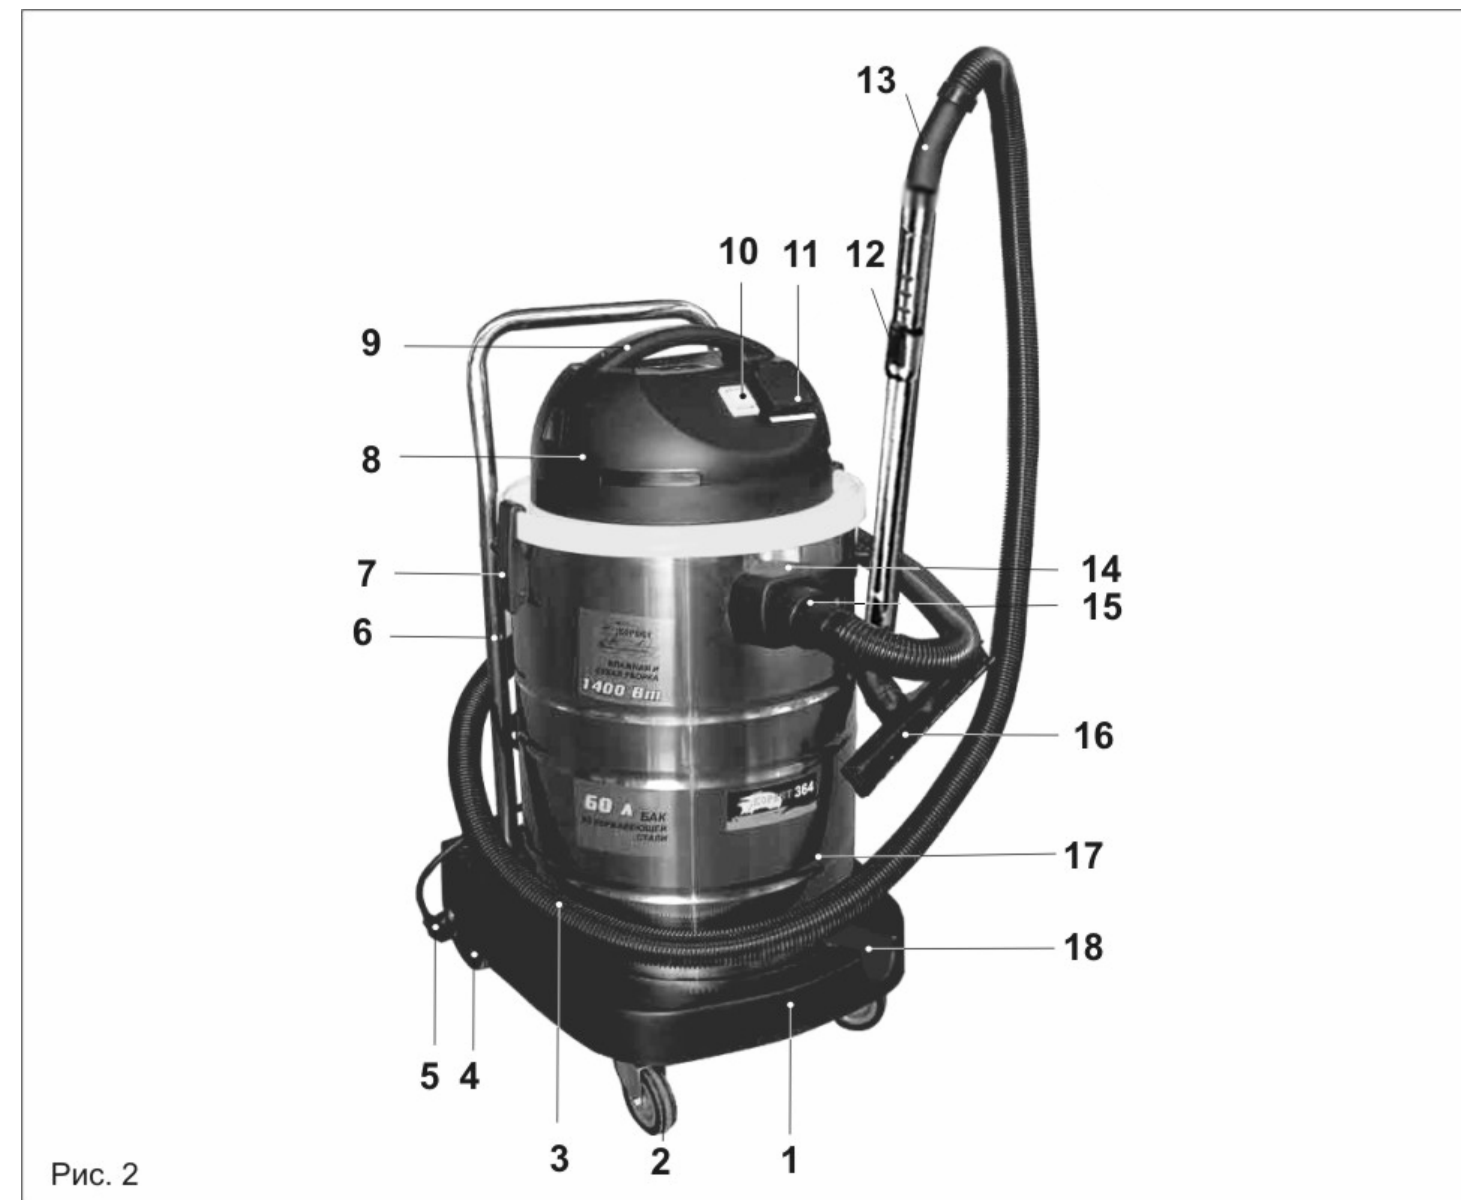

Рис. 2
- 11.5. После очистки установите фильтры на место (см.п.8.2), за ручку 9 правильно установите секцию электродвигателя 8 на бак 17 и заблокируйте два замка 7 (Рис.2). Следите за тем, чтобы поплавковый предохранительный клапан 24 (Рис. 5) свободно перемещался в корпусе 25 и при установке секции электродвигателя 8 на бак 17 находился в нижней части корпуса 25.
12.3. Регулярно очищайте ролики 2 и роликовые опоры 4 (Рис.2) от пыли и грязи, а также от намотанного ворса, ткани и т.п.
Начните уборку. Регулярно проверяйте состояние шланга 3 (Рис.2) и насадки.
Любая насадка и шланг 3 (Рис.2) должны свободно пропускать всасываемый воздух и воду. Не допускайте засорения насадок мусором.
Вода всасывается и накапливается в баке 17 (Рис.2). Как только уровень воды в баке 17 превысил максимально допустимое значение, предохранительный клапан 24 (Рис.5) перекрывает всасывающее отверстие, и всасывание прекращается. Это можно понять по изменению звука работающего пылесоса. При этом немедленно выключите пылесос. После работы всегда сливайте воду из бака 17 (Рис.2), для чего необходимо извлечь пробку из сливного гофрированного шланга, просушивайте пылесос. Перед работой всегда проверяйте (при отсоединенном шнуре питания 16 от розетки электросети) предохранительный клапан 24 на свободное перемещение в корпусе 25 (Рис.5).
10.4. Совместная работа с электроинструментом (Рис.2)
По окончании работы выключите пылесос (выключатель 10 перевести в среднее – нейтральное положение), извлеките штепсель шнура питания 5 (Рис.2) из питающей розетки.
Разблокируйте два замка 7 с обеих сторон пылесоса и за ручку 9 снимите секцию электродвигателя 8 (Рис.2).
- Полностью слить воду из бака 17 (Рис.2);
Пылесос состоит из следующих сборочных единиц и деталей (Рис.2):
8.3. Установка гофрированного шланга (Рис.2)
9.1. Действие трехпозиционного переключателя (Рис.2)
9.2. Транспортировка и хранение (Рис.2)
9.3. Установка насадок (Рис.2)
При необходимости, например, если длины шланга не хватает при уборке пола, потолка, стен и т.д., соедините патрубок 13 с насадкой 16 через удлинитель 12 (Рис.2).
9.4. Подключение электроинструмента (Рис.2)
На многих электроинструментах предусмотрен патрубок пылесборника для подключения к пылесосу. В комплекте поставки пылесоса имеются адаптеры Н и П (Рис.1) для соединения патрубка 13 шланга 3 (Рис.2) с пылеудаляющим патрубком электроинструмента.
10.1. Включение (Рис.2)
Для сухой уборки необходимо установить соответствующий фильтр, фильтр-мешок (см.п. 8.2) и насадку (см. п.9.3). Включите пылесос (см.п.10.1) и начните уборку. Регулярно проверяйте состояние шланга 3 (Рис.2) и насадки. Колеса насадки Г (Рис.1) должны вращаться свободно. Любая насадка и шланг 3 (Рис.2) должны свободно пропускать всасываемый воздух. Не допускайте засорения насадок мусором. При сухой уборке в пылесос не должна всасываться влага. Периодически следите за наполнением фильтр - мешка 28, Рис.8 (см.Раздел 11).